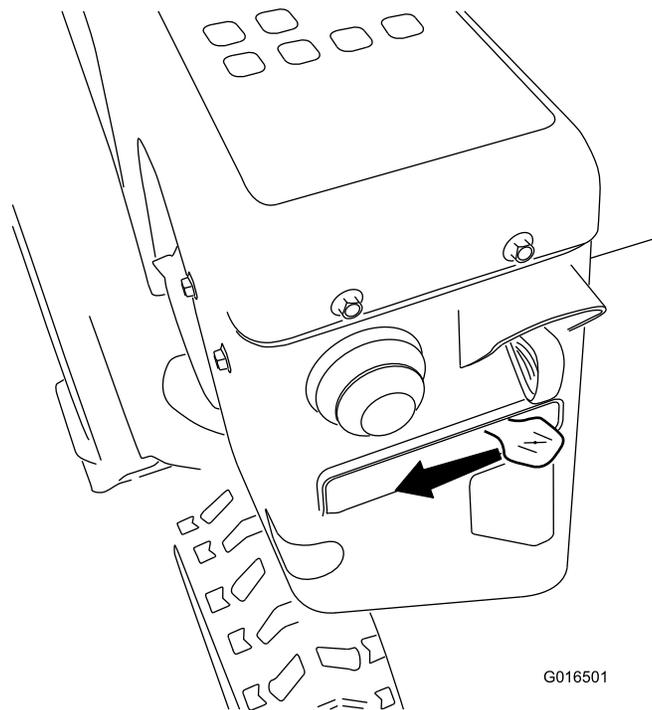

Figure 29
5. Réglez le starter à la position STARTER (Figure 29).